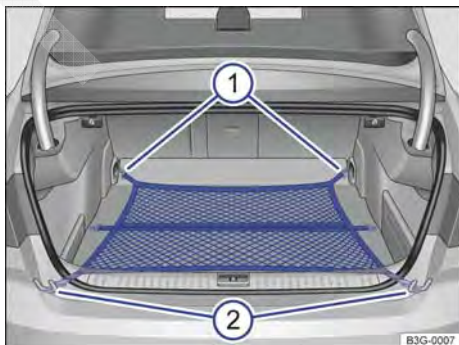

Fig. 246 No compartimento de bagagem: rede para bagagem presa.
- Prender os ganchos da rede para bagagem nos olhais de amarração no encosto do banco traseiro → Fig. 246 ①. O zíper da rede para bagagem deve estar voltado para cima → ▲.
- Enganchar os ganchos na outra extremidade da rede para bagagem nos olhais de amarração no canto do compartimento de carga → Fig. 246 ②.